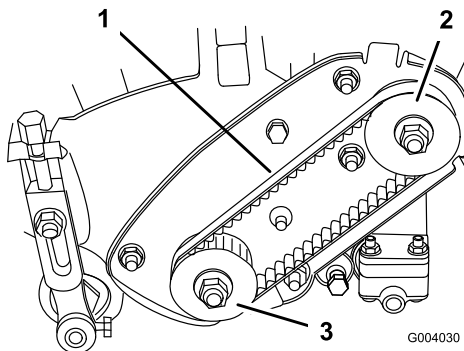

Bild 31
2. Prüfen Sie die Spannung des Riemens (Bild 31). Wenden Sie eine Kraft von $1,8 \pm 0,5$ kg in der Mitte der Scheiben an. Der Riemen muss sich 4,8 bis 7,9 mm durchbiegen lassen. Machen Sie bei einem falschen Durchbiegungswert mit dem nächsten Schritt weiter.